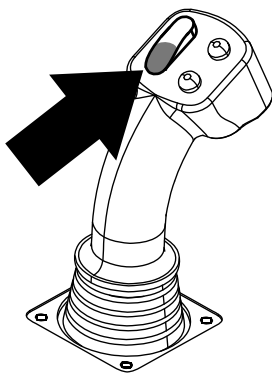
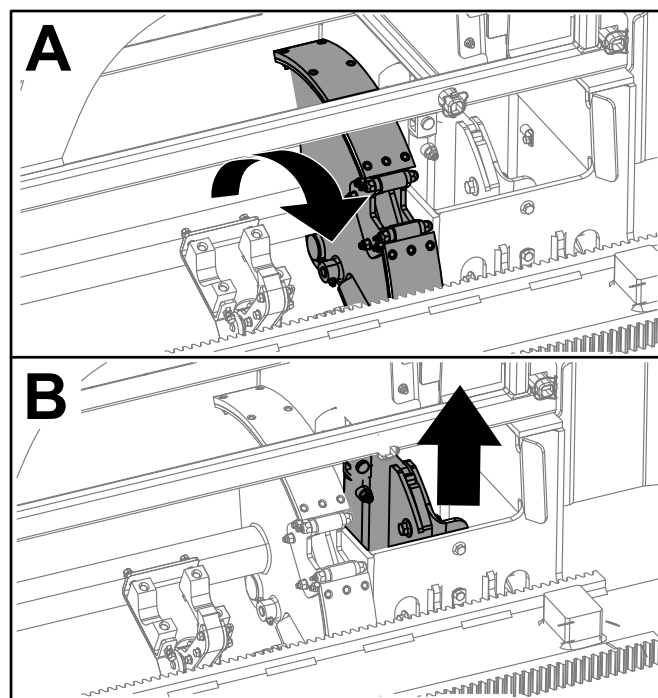

Figura 30
Figura 31
5. Mantenga pulsada la sección inferior del interruptor basculante (Figura 30) hasta que el conjunto de leva gire hacia delante del todo hasta el soporte y los elevadores levanten el tubo restante hasta el portatubos (Figura 31).